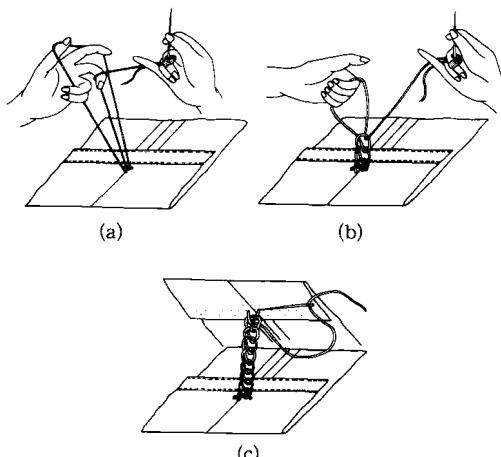

图 1-23
- ① 在需要拉线袢的部位，将线结藏在衣片的夹层中，在原处反复钉两针之后，把线拉出成套，套进食指中，左手中指勾。
- ② 右手拿针，线放松。
- ③ 用中指将勾住的线拉到根底。
- ④ 右手将线拉紧，这样反复多次就成为线袢了。
- ⑤ 线袢达到所需长度后，将针穿入末尾圈内封死，使线袢的长度固定。见图 1-23。